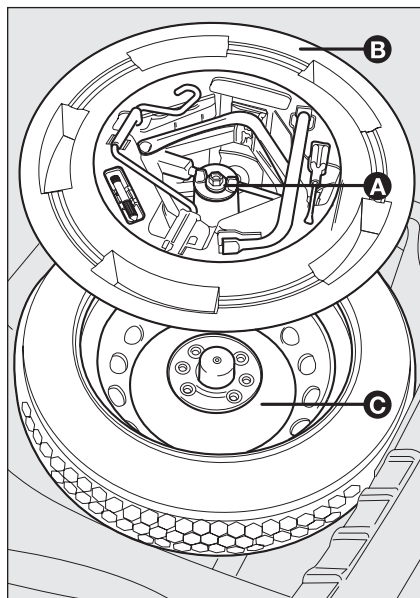

fig. 10
- dévisser le dispositif de blocage **A**-fig. 10;
- prendre la boîte à outils **B**-fig. 10 et la porter près de la roue à remplacer;
- prélever la roue de secours **C**-fig. 10;